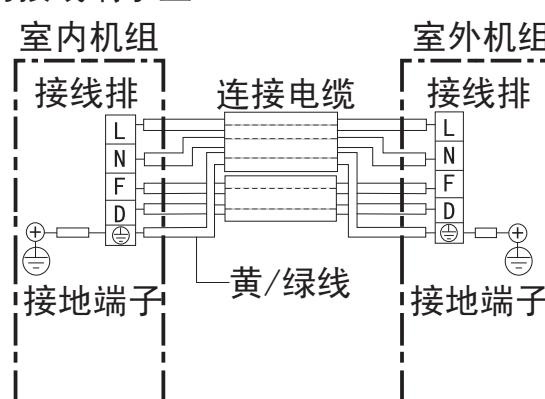

图13室内外电气连接图
(1) 用附件⑧及⑩连接电缆按接线图示要求正确地连接室内外机组，绝对不可连接错误（如图13）
(2) 连接电缆必须用室内外机组上的电线压板压紧。
- 接地线必须根据图13所示用连接电缆中黄/绿色导线接带有“”标记的接线端子上。